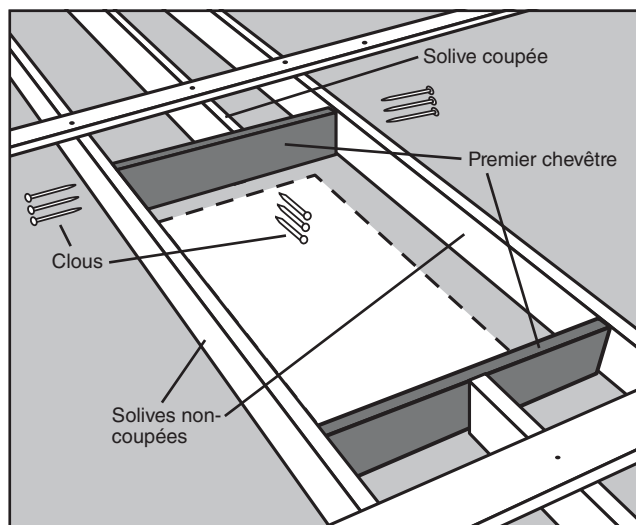

FIGURE 15
- ÉTAPE 3.** Placez une de ces rives contre une extrémité de solive coupée (Voyez la Figure 15). Il doit s'adapter juste entre les solives non-coupées. Placez-le au marteau si nécessaire ; s'il s'avère trop long de 1.6 mm, limez-le. S'il est trop court de plus de 1.6 mm, coupez un autre morceau.
- ÉTAPE 4.** Mettez d'équerre la rive contre la solive non-coupée et clouez la rive sur l'extrémité de solive coupée avec (3) clous 16d (Voyez la Figure 15).
- ÉTAPE 5.** Vérifiez la perpendicularité de la rive et plantez (3) clous 16d au travers de chaque solive dans chacune des extrémités de la rive (Voyez la Figure 15).